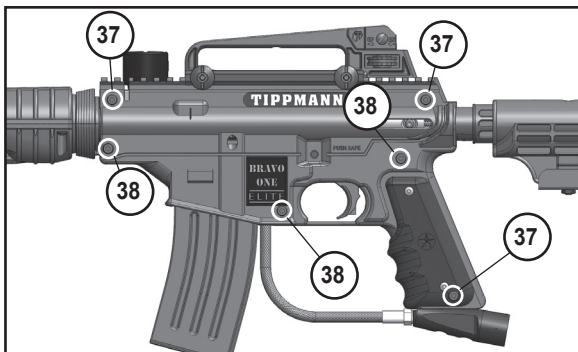

Figura 13: Remove los Tornillos de la Mitad Izquierda del Recibidor
3. Inserte cinco de los seis Tornillos del Recibidor que se muestran en la Figura 13. Deje libre el espacio inferior izquierdo #38 (en la Figura 13).